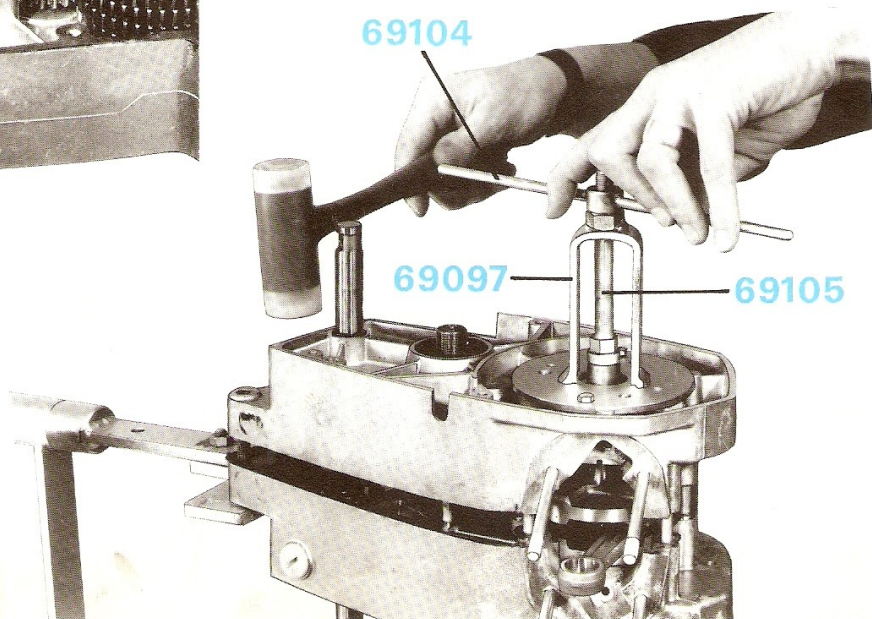

Figure 40
- Visser l'écrou n° 69104 sur la tige n° 69105. Frapper quelques coups de maillet à l'arrière du carter pour le descendre bien parallèlement (figure 40).